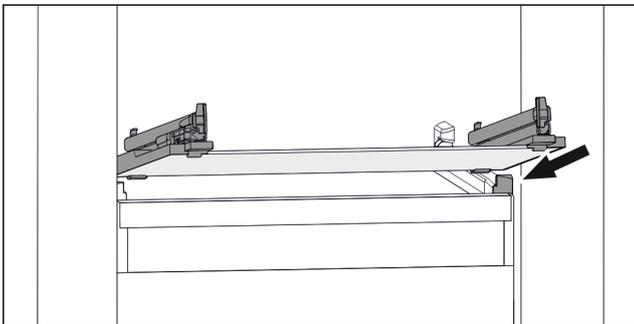

Fig. 74 Beispielhafte Darstellung der Glasplatte
- ▶ Glasplatte schräg hinter den Stopporen aufsetzen. (siehe Fig. 74)